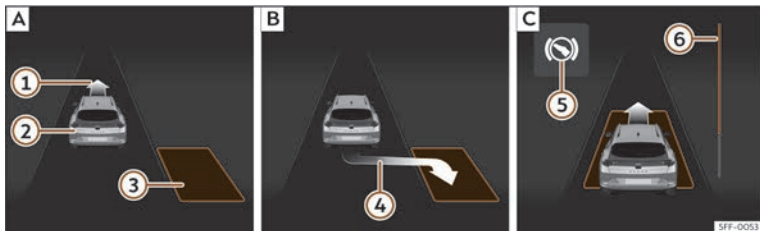
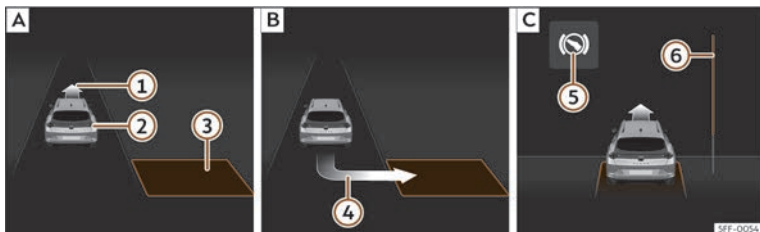

Fig. 194 Sur l'écran du combiné d'instruments : stationner en créneau. **[A]** Chercher une place de stationnement. **[B]** Position de stationnement. **[C]** Manœuvrer.
Fig. 195 Sur l'écran du combiné d'instruments : stationner en bataille. **[A]** Chercher une place de stationnement. **[B]** Position de stationnement. **[C]** Manœuvrer.
recte pour stationner» **fig. 194 [B]** ou» **fig. 195 [B]** a été atteinte. La place sera considérée comme « appropriée » si l'indication de stationnement ④ apparaît à l'écran du combiné d'instruments.
- Reculez jusqu'à ce que retentisse le signal continu du ParkPilot ; **OU** : reculez jusqu'à ce que l'indication de passer en marche avant >>> **fig. 194**  ou >>> **fig. 195**  apparaisse à l'écran du combiné d'instruments ; **OU** : reculez jusqu'à ce que le message **Park Assist terminé** apparaisse à l'écran du combiné d'instruments. La barre de progression  indique la distance à parcourir >>> page 304.
d'instruments. Le système de stationnement assisté dirige le véhicule en marche avant et en marche arrière jusqu'à ce qu'il soit centré sur la place >>> **fig. 194**  ou >>> **fig. 195** .
La barre de progression >>> **fig. 194**  et >>> **fig. 195**  affiche symboliquement la distance relative qu'il reste à parcourir à l'écran du combiné d'instruments. Plus la distance est grande, plus la barre de progression est remplie. En circulant en marche avant, le contenu de la barre de progression diminue vers le haut, et en circulant en marche arrière, il diminue vers le bas.